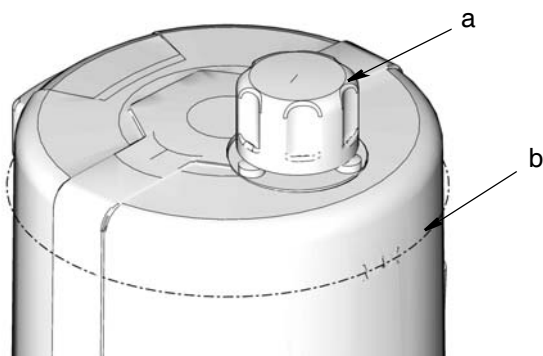

FIG. 17
- No llene en exceso (FIG. 17).